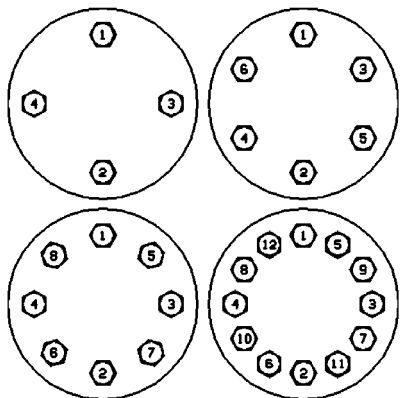

图 22：紧固顺序
3. 按表 6 所述增量和图 22 所示顺序施加扭矩, 均匀拧紧阀体螺母 (B014)。